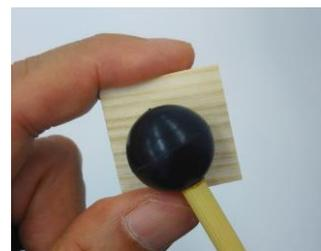

図3-4：木板によるパルス音の発生方法
- ① 課題1, 課題2にならって、マイクをオシロスコープのCH1に接続し、電池をONにする。CH2には何もつながらない。
- ② 赤い「CH1」ボタンを押し、画面下の設定が、CouplingはAC、InvertedはONとなっていること、さらに、Probeの下の「H3」ボタンを押し画面の右側の設定が、Attenuは×10、MeasCurrはNOとなっていることを確認する。その後、黄色い「CH2」ボタンを押し、CH2を非表示にする。
- ③ CH1「VOLTS/DIV」つまみを回し、1目盛あたりの電圧値を設定する。音波を観察しながら調整せよ。
- ④ 「SEC/DIV」のつまみを回し、1目盛あたりの時間間隔を設定する。
- ⑤ 本体右側のトリガー「Menu」ボタンを押し、「H2」ボタンを押しSourceをCH1に設定する。さらに、「H5」ボタンを押しModeをNormalに設定し、右端中央の「TRIG LEVEL」つまみを回してトリガーレベルを調節する。以下のテストを複数回行い、周囲の雑音ではトリガーがかからず、木片をたたいたときのみ直接波によってトリガーがかかるように調整せよ。
- ⑥ 波形が表示できたら、CH1の電圧と時間の設定つまみを調整する。波形の最大値が飽和しない程度の適当な大きさに、かつ数パルス分のみが画面に表示されるようにせよ。
- ⑦ 雑音によるトリガーのせいで頻りに波形が更新されてしまう場合には、「Run/Stop」ボタンを押し波形の表示を一旦固定するとよい。
- ⑧ 木片からの音はたたき方や保持の仕方で波形が大きく変わる。この実験では孤立した短パルス音が好ましい。図3-4のように、30mm×30mm×5mmの薄い木片の対辺を指でしっかり抑え、丸ゴム樹脂たたき棒で板の中央をごく軽くたたくとよいことが経験的にわかっている。たたき棒の黒（硬い方）を使うと短いパルス音を作れるが、たたき方によって振動を伴いやすい。一方、灰（軟かい方）では振動は発生しにくいがパルス幅がやや広がる傾向がある。